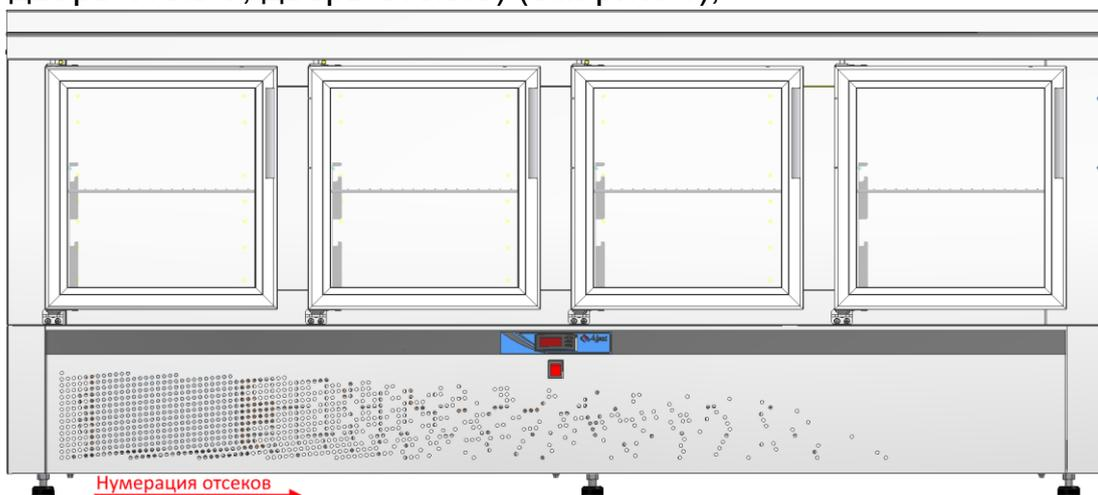

Рис.4 СХС-60Н-03, СХС-70Н-03
- стол холодильный среднетемпературный с нижним расположением агрегата СХС-60Н-03 столешница нерж. 202 с бортом (дверь-стекло, дверь-стекло, дверь-стекло, дверь-стекло) (см. рис. 4);